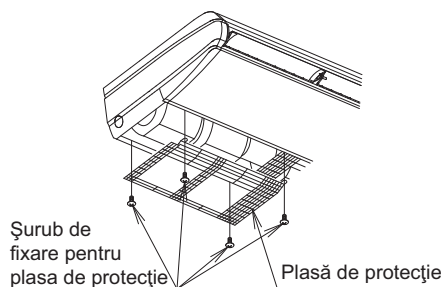
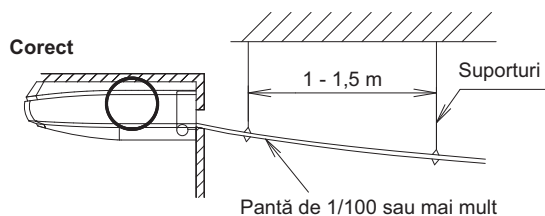
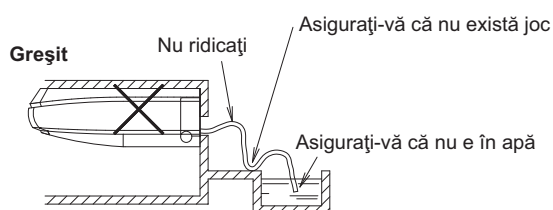

Fig. 22
Fig. 23
Fig. 24
- Când instalați tubulatura de golire pe partea din stânga spate/stânga, îndepărtați plasa de protecție. Apoi, scoateți capacul ștuțului de golire și materialul de izolație aplicat pe ștuțul de golire din partea stângă și aplicați-le pe ștuțul de golire din partea dreaptă. Când faceți acest lucru, introduceți complet capacul ștuțului de golire pentru a preveni scăpările de apă. După instalarea furtunului de golire (1) (accesoriu), fixați plasa de protecție în ordinea inversă a pașilor făcuți pentru demontarea acesteia. (Consultați Fig. 22)
- Selectați diametrul tubulaturii egal cu sau mai mare decât cel al furtunului de golire (1) (accesoriu) (tubulatură din policlorură de vinil, diametru nominal 20 mm, diametru exterior 26 mm).
- Instalați tubulatura de golire cât mai scurtă posibil, cu pantă descendentă de 1/100 sau mai mare pentru a evita stagnarea aerului. (Consultați Fig. 23 și Fig. 24) (Poate cauza sunete anormale precum un zgomot de tip gălgăit.)
- Instalați suporturile la distanțe de 1 până la 1,5 m, astfel încât tubulatura să nu se încovoie. (Consultați Fig. 23)